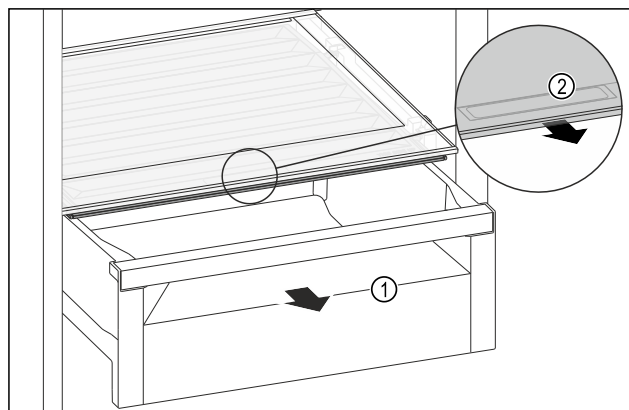

Fig. 135
- Tërhiqni jashtë sirtarin Fig. 135 (1).
- Kapni dorezën e futur Fig. 135 (2) në kapakun e ndarjes dhe në të njëjtën kohë tërhiqni përpara kapakun e ndarjes.